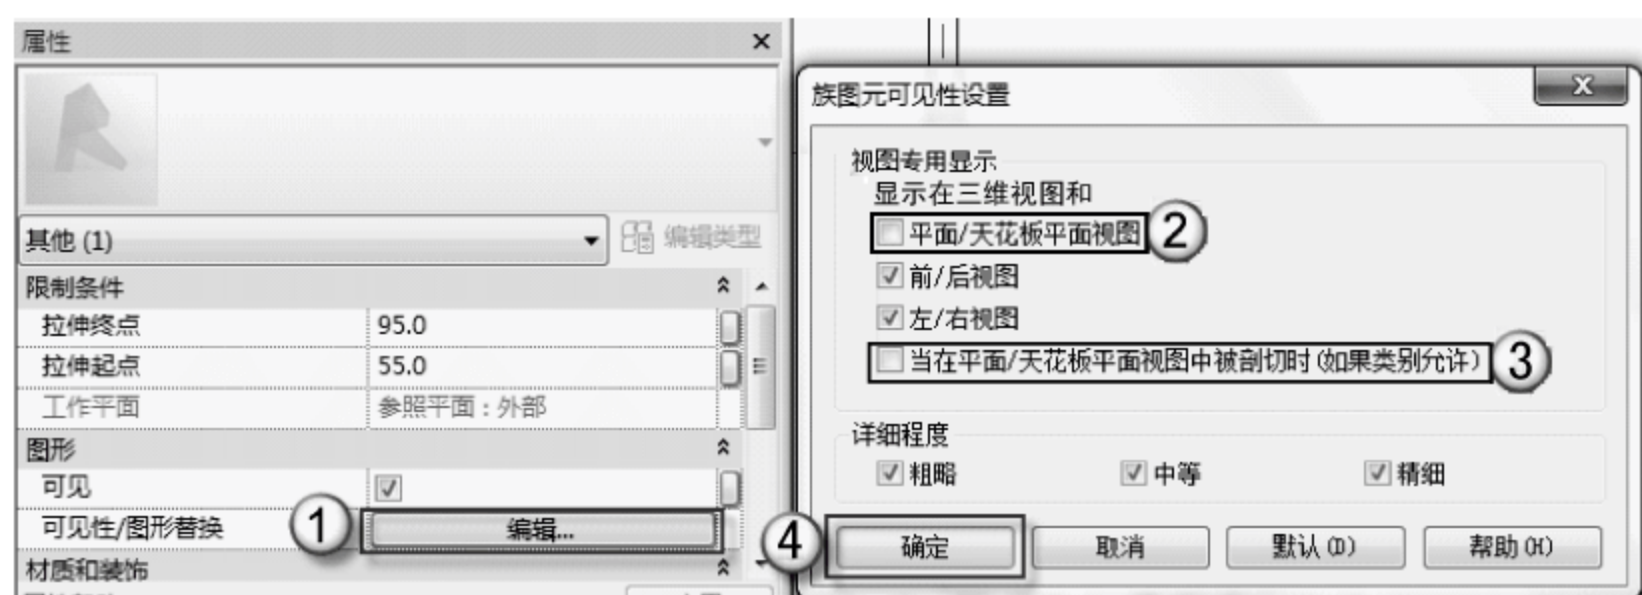

图 6.1.97 门板的可见性
(16) 修改门板的可见性。在门板的“属性”面板中,单击“图形”栏“可见性/图形替换”后的“编辑”按钮,弹出“族图元可见性设置”对话框,取消“平面/天花板平面视图”和“当在平面/天花板平面视图被剖切时(如果类别允许)”复选框的选择,单击“确定”按钮,如图 6.1.97 所示。